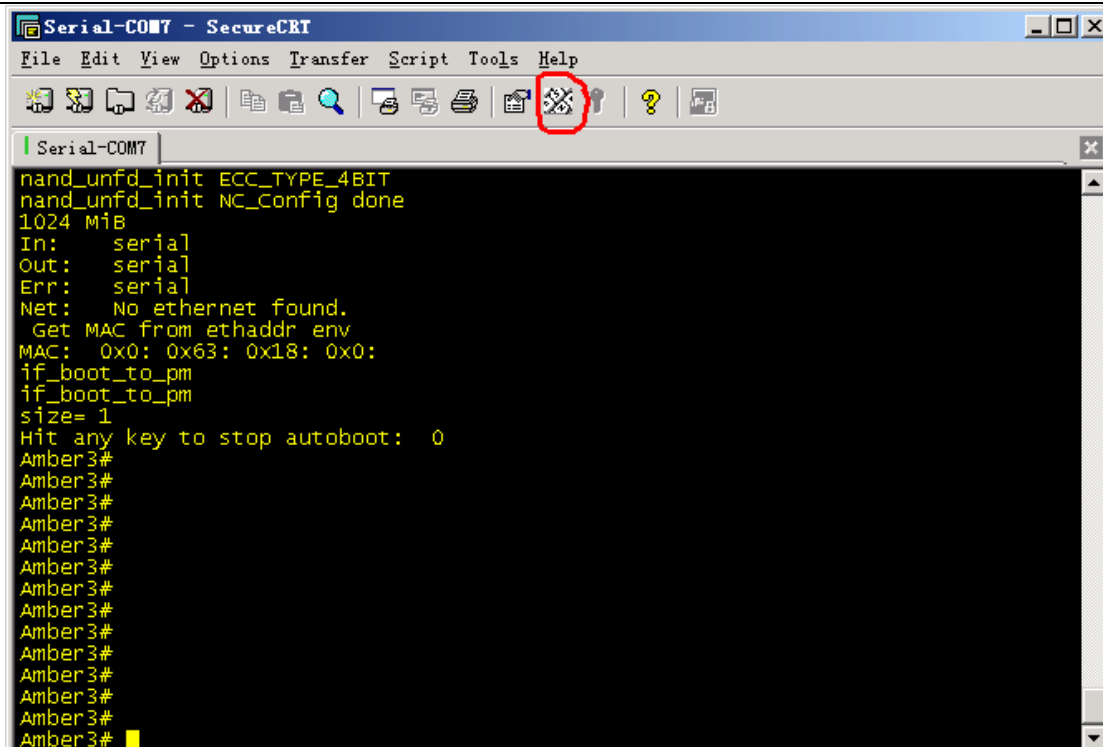

图 3.37
为提高烧写的效率，我们先设置两个快捷键，SecureCRT 连接后如下图 3.37，
如果之前没有烧过主程序, 打开 SecureCRT 显示为图 3.37, 如果烧入过主程序, 那么会看到一直有打印信息, 这时需要重启一下, 两种方式重启:
(1) 硬重启, 直接用电视开关进行重启, 在按开关的同时, 将光标的焦点放在 SecureCRT 的界面上, 并按住回车 (Enter) 键, 电视启动后会停在图 3.37 的状态, 这时, 会看到“Amber3# ”
(2) 另一种方式就是, 在 SecureCRT 中按 Ctrl+C, 之后再按回车键, 然后输入 reboot, 再按住回车键 2-3 秒 (如果不行就按住回车键再开机), 起来后也会看到“Amber3# ”。